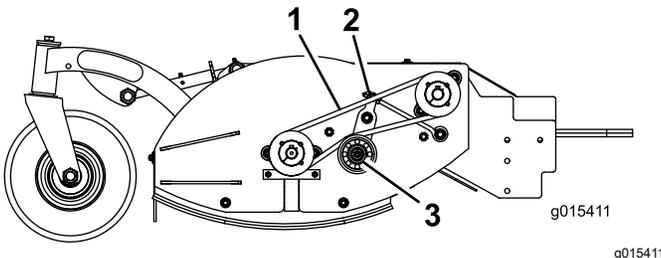

Figure 9
Vérifiez visuellement si la courroie (Figure 9) est encrassée, usée, fissurée et/ou présente des signes de surchauffe.
La tension de la courroie est correcte lorsqu'une flèche de 13 mm est obtenue quand vous exercez une force de 2 kg au centre du brin le plus long (Figure 9).
- A. Desserrez le contre-écrou (Figure 9).